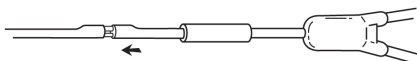

Fig. 5
5. Den lille og den store metalkanyyle føres ind i kateterlumenene, indtil reservekateterets ende er ca. 3 mm fra kateterenden (fig. 5).